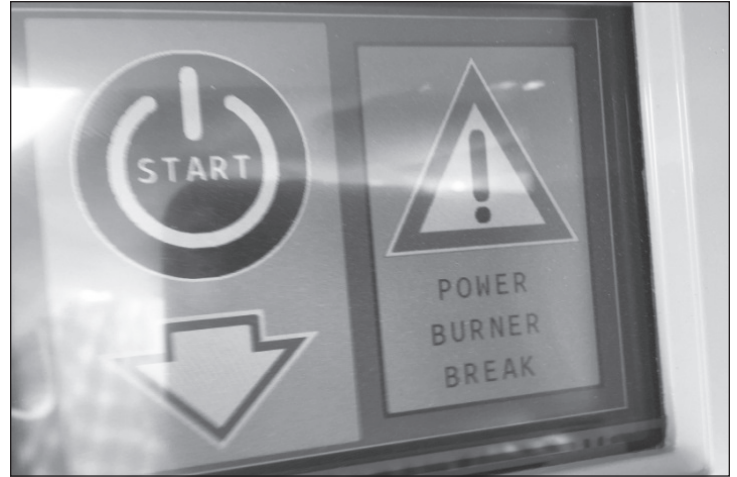

Figura 36
1. El proceso de arranque finalizará y el módulo de control mostrará la falla que se indica en la Figura 36.
1. El calentador se apagará automáticamente y el módulo de control mostrará la falla similar a la que se indica en la Figura 36.